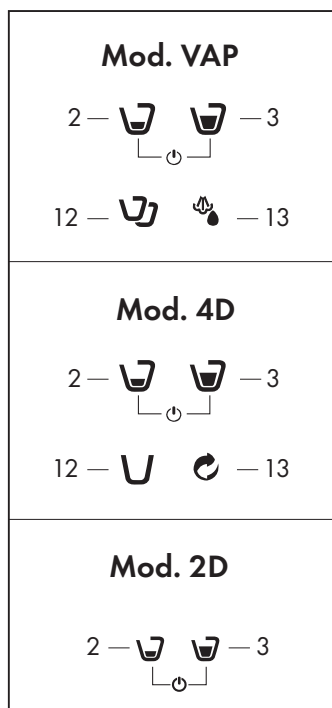

Fig. 5
- Premendo un simbolo (2-3) si accende la macchina e le icone lampeggeranno ad intermittenza fino al raggiungimento della temperatura; quando i simboli (2-3-12-13) si illuminano in modo fisso, la macchina è pronta per l'utilizzo (**Fig. 5**)
Per utilizzare nuovamente la macchina premere un simbolo (2-3) ed attendere il riscaldamento: i simboli di erogazione (2-3-12-13) lampeggeranno ad intermittenza, fino al raggiungimento della temperatura; quando i simboli (2-3-12-13) si illuminano in modo fisso, la macchina è pronta per l'utilizzo. (**Fig. 5**)
La macchina può essere spenta premendo e tenendo premuto contemporaneamente i simboli (2-3) (**Fig.5**)
- Controllare che non ci siano capsule all'interno della macchina e che ci sia acqua nel serbatoio (8); accendere la macchina premendo il simbolo (2-3) (**Fig. 5**)